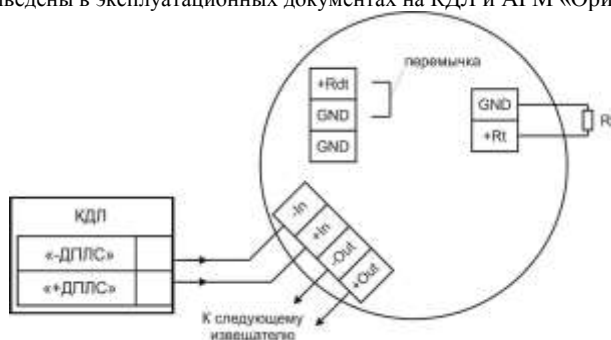

Рисунок 3 – Типовая схема включения извещателя в двухпроводную линию связи КДЛ
2.2.1 Выбор температурного класса извещателя производится установкой резистора Rt в клеммы GND и +Rt (см. таблицу 1, рисунок 3).
2.2.2 Установка дифференциального режима (R) осуществляется перемычкой (джампером) между контактами +Rdt и GND (см. таблицу 2, рисунок 3).
- резистора Rt в клеммы GND и +Rt (см. таблицу 1, рисунок 3);
- перемычки на контакты +Rdt и GND (см. таблицу 2, рисунок 3).
- смонтировать соединительный кабель в кабельном вводе и соединить проводники по схеме подключения (см. рисунок 3).